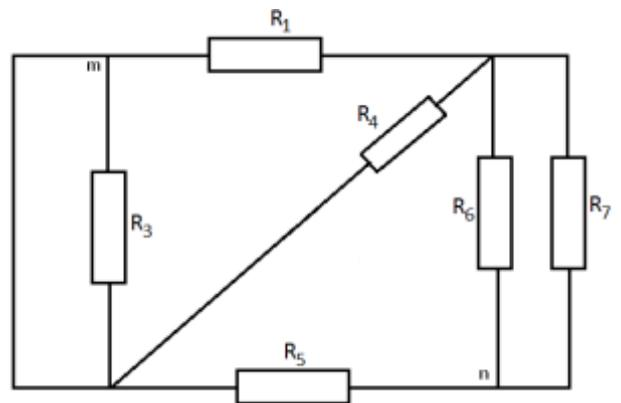

Рис. 163
1.5.2. Определяем эквивалентное сопротивление генератора. Для этого источники ЭДС закорачиваются (заменяются на отрезок провода, причем их внутреннее сопротивление остается в схеме). Произведем расчет входного сопротивления оставшейся схемы относительно зажимов m и n – рис. 163.
Произведем перерасчет треугольника $R_1 R_3 R_4$ (рис. 163) в звезду.